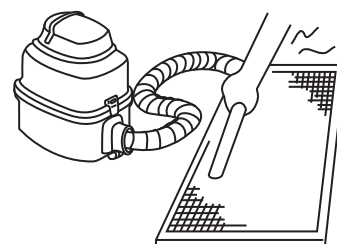

Abb. 9-3
- Beim Absaugen mit einem Staubsauger muss die Lufteinlassseite nach oben zeigen. (siehe *Abb. 9-3*)